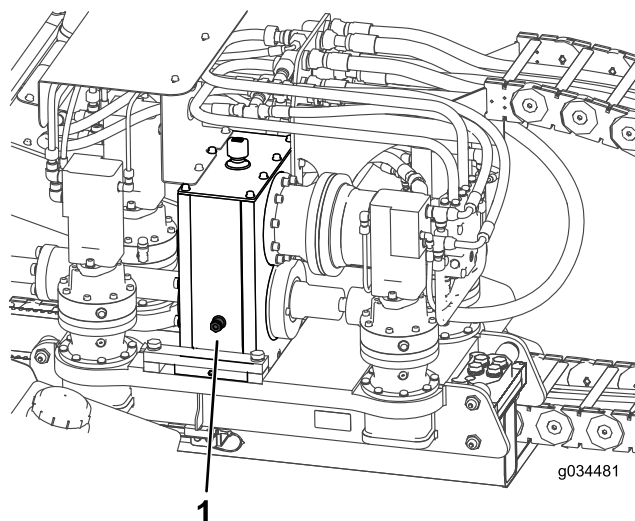

Рисунок 136
3. Снимите крышку сапуна и долейте масло в планетарный редуктор так, чтобы уровень масла доходил как минимум до середины смотрового стекла (Рисунок 136).
2. Проверьте уровень масла по смотровому стеклу на редукторном приводе (Рисунок 136).
3. Снимите крышку сапуна и долейте масло в редукторный привод так, чтобы уровень масла доходил как минимум до середины смотрового стекла (Рисунок 136).
8. Залейте масло в редуктор так, чтобы его уровень поднялся выше середины смотрового стекла (Рисунок 136).